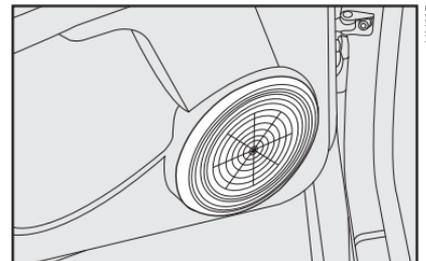

fig. 100
- dos altoparlantes full-range traseros de 5" con 20 W RMS de potencia **fig. 100**.